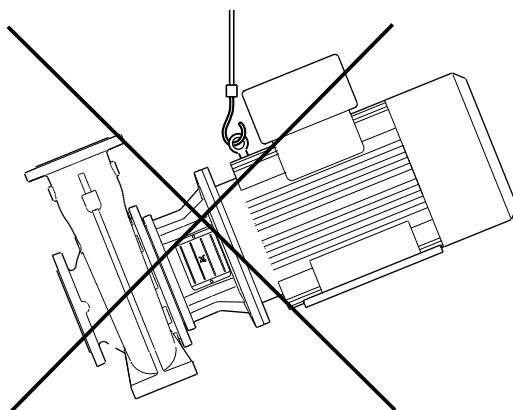

Fig. 4 Sollevamento non corretto della pompa
***I motori delle pompe, a partire da 4 kW sono dotati di golfari che però non devono essere utilizzati per sollevare l'intera pompa. Vedi fig. 4.***